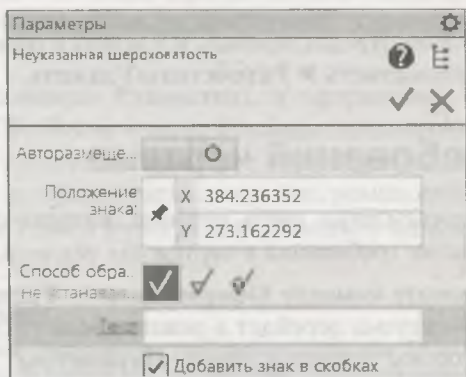

Рис. 14.11. Панель **Параметры: Неуказанная шероховатость**
- ◆ вызовите команду **Оформление ► Неуказанная шероховатость ► Задать/Замени**ть. На панели **Параметры: Неуказанная шероховатость** (рис. 14.11) появились элементы управления (см. табл. 14.2), а в правом верхнем углу фантом обозначения;